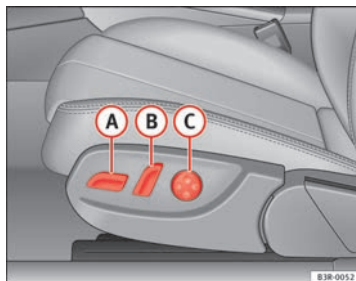

Fig. 106 Asiento delantero: Mandos para el ajuste
- Desplace el mando **A** ⇒ fig. 106 hacia adelante o hacia atrás